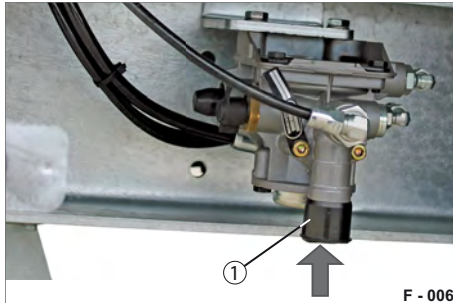

Abb. 9 Betriebsbremse lösen
- ▶ Drücken Sie das Löseventil (Abb. 9/1). Die Betriebsbremse öffnet sich. Anhänger ist ungebremst. Sie können mit dem Anhänger rangieren.